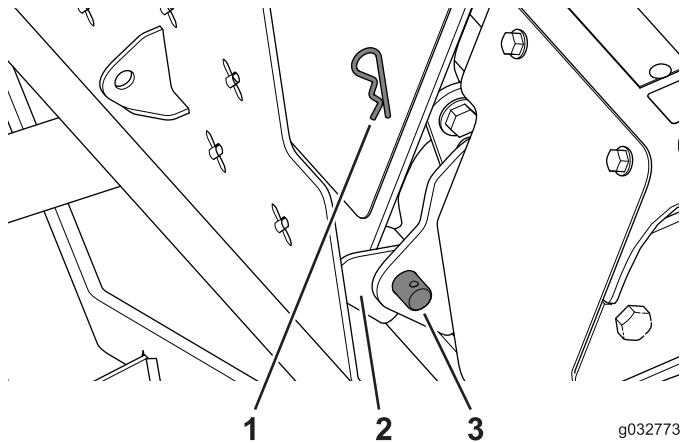

図 126
- ピボットピンとヘアピンを使って運転台を図 126のように固定する。